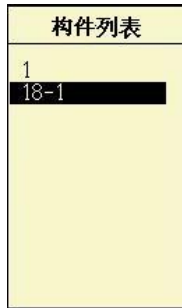

图 3.3 文件选择
2. **文件：**用于设置被测试块的文件名称，用户直接输入即可，如果用户想打开并查看已经完成测试的试块的检测数据，按**确认**键选择相应的文件即可，如图 3.3，和工程的输入完全相同，需要注意的是，输入的字符不能超过 8 位。